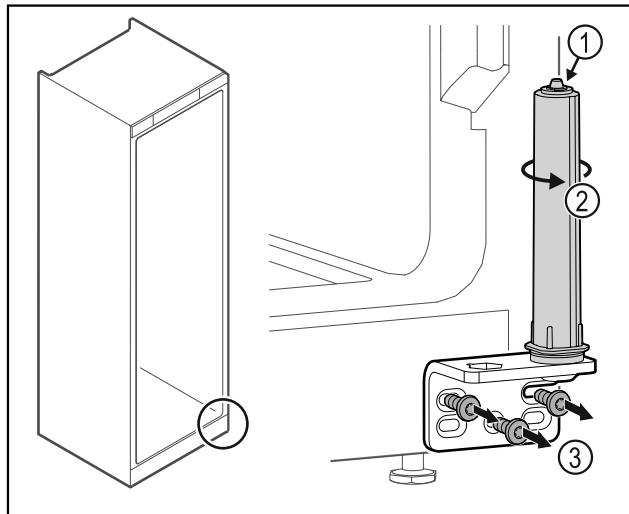

Fig. 34
- ▶ Mos e zbërtheni sistemin e mbylljes së derës Fig. 34 (1).
- ▶ Rrotulloni sistemin e mbylljes Fig. 34 (2) derisa të kërcasë.
- ▶ Lironi vidat e profilit të menteshës Fig. 34 (3).